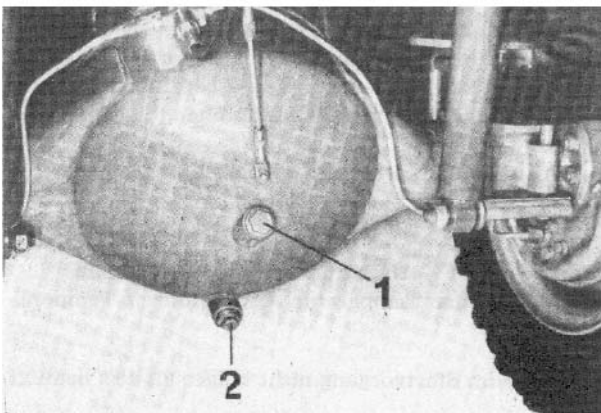

Bild 29. Ölkontrolle, Hinterachsgetriebe
(1) Ablassschraube für Motorenöl
11. Ölstand im Hinterachsgetriebe kontrollieren und nötigenfalls Öl bis zum vorgeschriebenen Stand nachfüllen. Das Öl im Hinterachsgetriebe muß bis zur Einfüllbohrung, die durch eine Einfüllschraube (Bild 29/1) verschlossen ist, reichen.